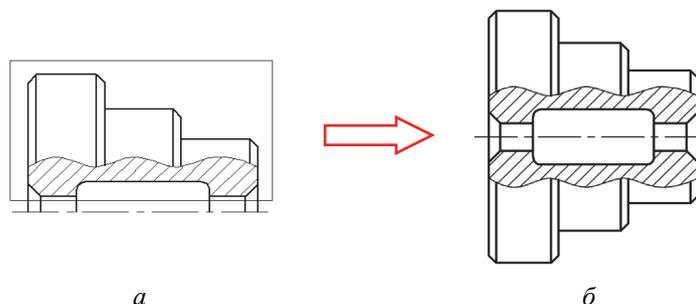

Рис. 2.10-1
Достроить нижнюю половину детали, симметричную верхней (рис. 2.10-1). Приведенная в упражнении деталь представляет собой тело вращения.
2. В ответ на сообщение системы *Выберите объекты и нажмите Создать объект для продолжения* выделить рамкой верхнюю половину детали за исключением осевой линии (рис. 2.10-1, а) и на **Панели инструментов** нажать кнопку **Создать объект** .
5. Нажать кнопку для завершения построений. Чертеж детали должен иметь вид, приведенный на рис. 2.10-1, б.